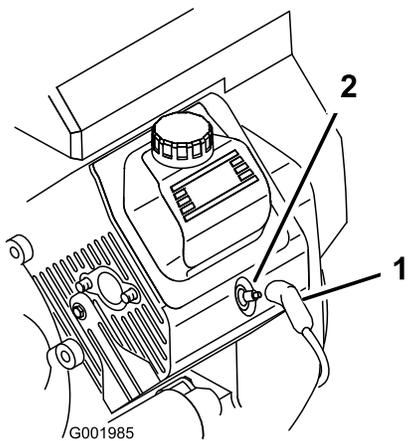

図 44
3. 点火プラグのコードが抜けているのを確認する 図 44。
3. 点火コードを取り付ける 図 44。